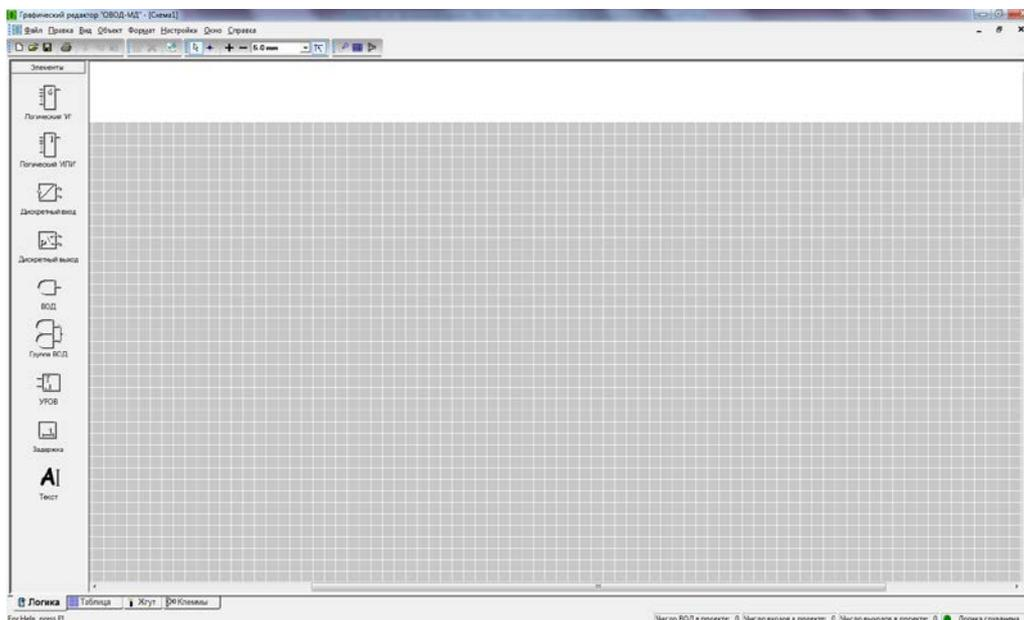

Рис.2.2. «Окно программы «Графический редактор ОВОД-МД»»
2.9.1. Запустить программу «Графический редактор ОВОД-МД» (Пуск – Все программы – New Voice Inc - Графический редактор ОВОД-МД - Графический редактор ОВОД-МД). Откроется окно программы «Графический редактор ОВОД-МД» (см. Рис. 2.2.)